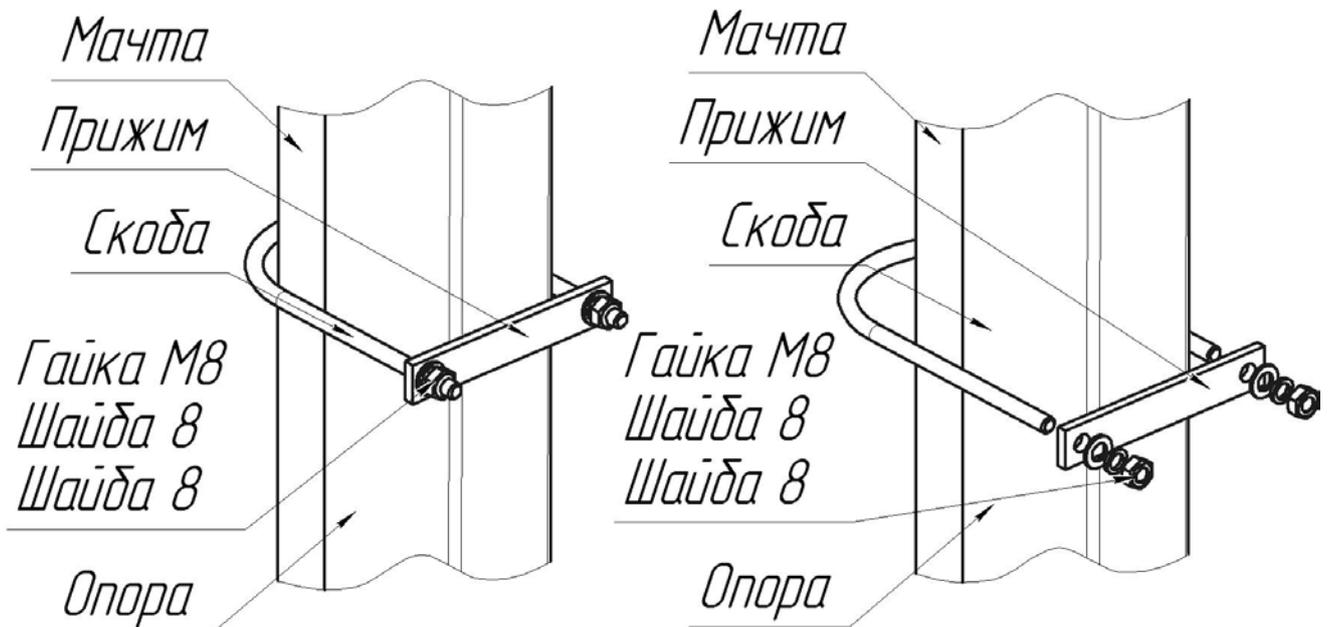

Рисунок 4 – Крепление мачты ММ-01 с помощью КМЧ
6.7 Зафиксировать мачту с помощью КМЧ на опоре ограждения (Рисунок 4).